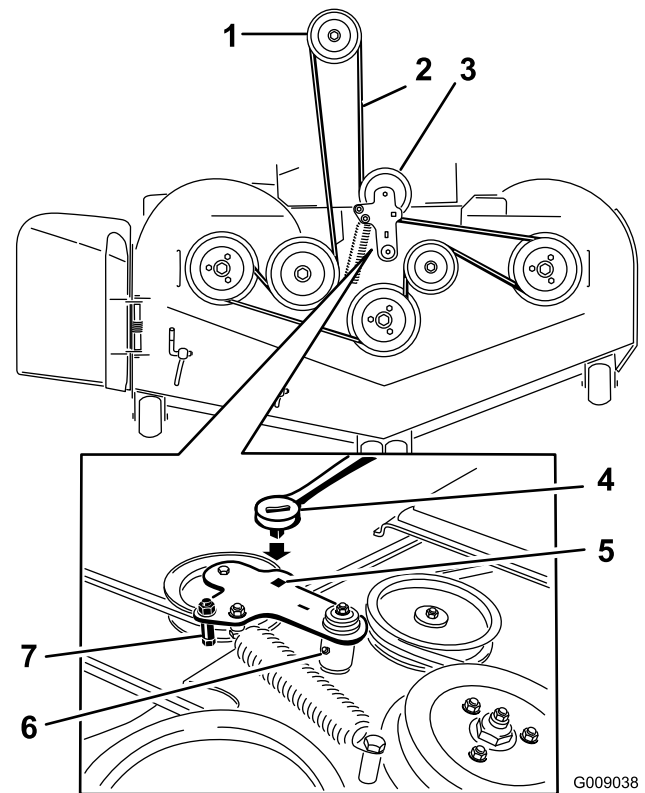

Figura 101
5. Levante la chapa de suelo e introduzca una llave dinamométrica en el taladro cuadrado del brazo tensor de la carcasa (Figura 101).
6. Gire cuidadosamente el brazo tensor de la carcasa en sentido horario y retire la correa del cortacésped (Figura 101).